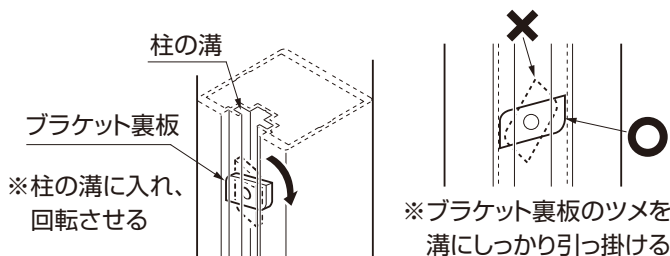

図3-3 ブラケット裏板の取付詳細図
●【2-3】のネジを回した時、ブラケット裏板がしっかり回転していることを確認してください。(図3-3参照)
●【2-1】のネジを回した時、ブラケット裏板がしっかり回転していることを確認してください。(図3-3参照)
●【3-1】のネジを回した時、ブラケット裏板がしっかり回転していることを確認してください。(図3-3参照)
- 【2-1】のネジを回した時、ブラケット裏板がしっかり回転していることを確認してください。(図3-3参照)